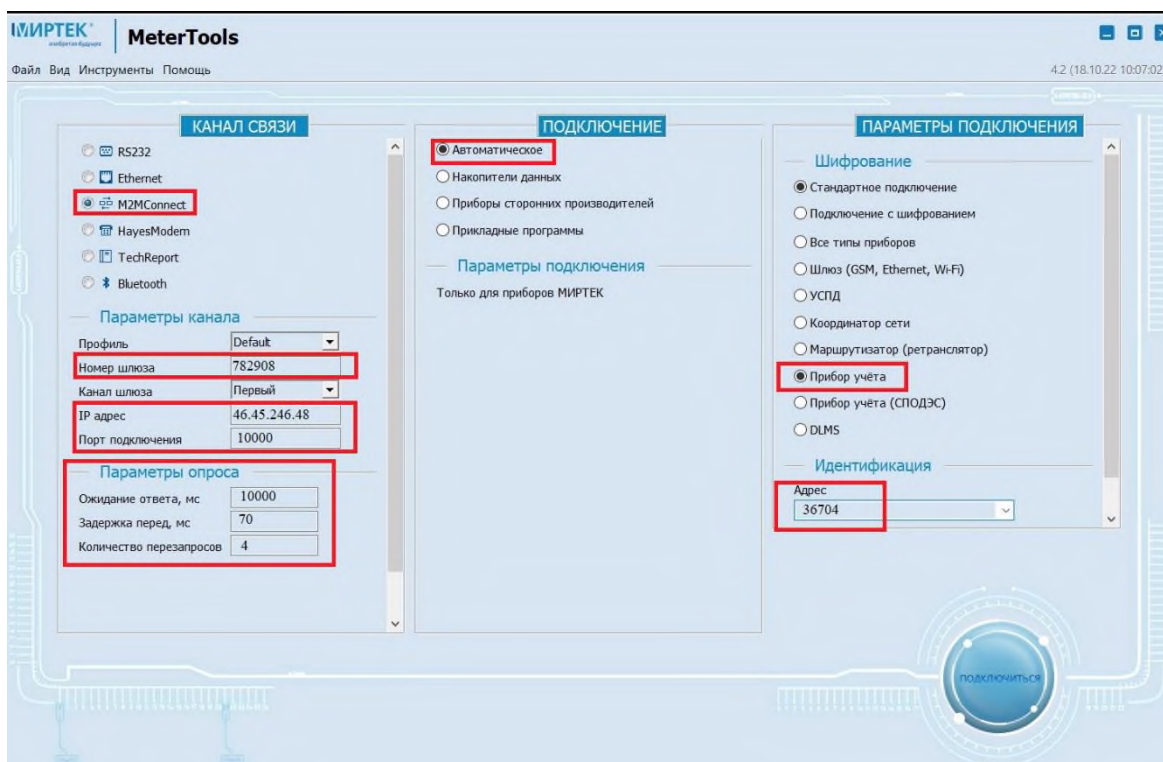

Рисунок 2.4. Пример ввода параметров для подключения по «M2M».
- 2.2.8 После ввода необходимых параметров (рис. 2.4) нажать кнопку «Подключиться».